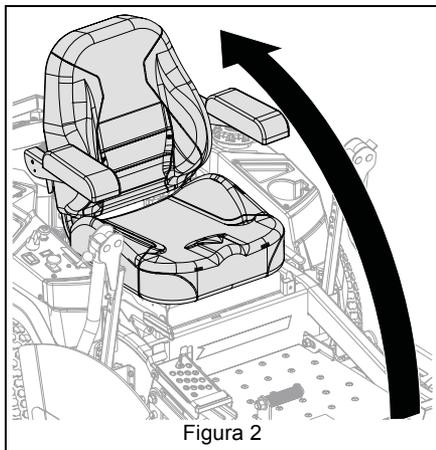

Figura 2
5. Coloque el asiento en la posición de funcionamiento. Consulte Figura 2.